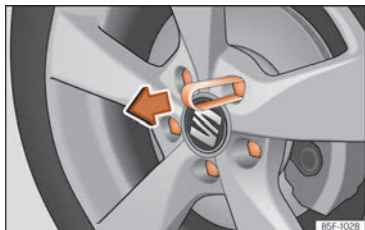

Abb. 75 Rad: Radschrauben mit Deckel.
- Schieben Sie die Kunststoffklammer (Bordwerkzeug) so weit auf die Abdeckkappe, bis sie einrastet »» **Abb. 75.**